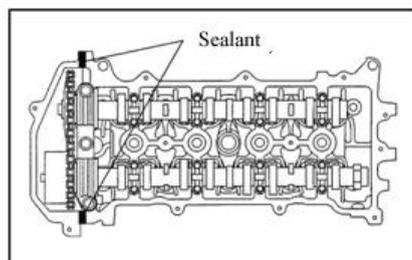

*Рисунок II-47*
**VIII. Завернуть 2 болта натяжителя (см. Рисунок II-47).**